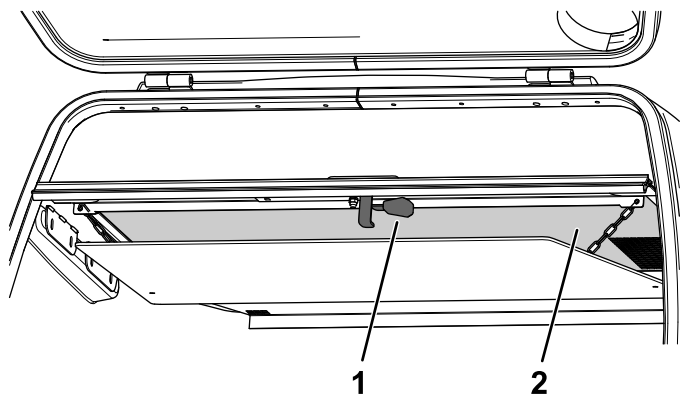

Bild 138
2. Ziehen Sie den Auslösehebel unten am Fangboxgitter nach unten (Bild 138).